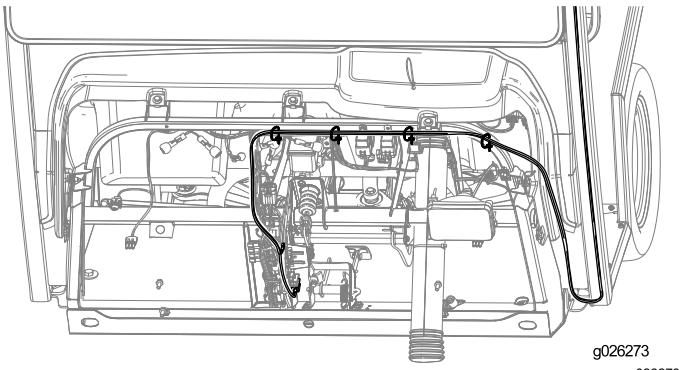

Figura 33
1. Dirija el arnés de cables según se muestra en la Figura 33 y sujetelo con las 4 bridases.